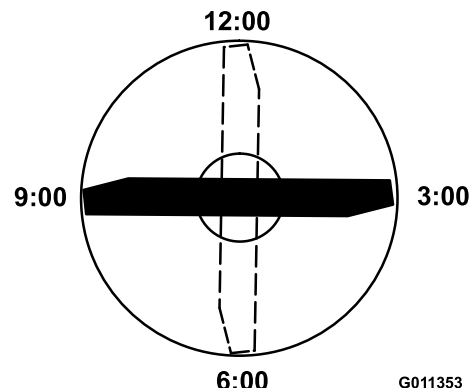

Bild 74
4. Positionieren Sie die Schnittkante der markierten Messerseite in die 12-Uhr-Stellung (geradeaus in Mährichtung) (Bild 74) und messen die Höhe vom Tisch bis zur Schnittkante.
5. Drehen Sie die markierte Seite des Messers auf die 3- und die 9-Uhr-Stellung (Bild 74) und messen die Höhe.